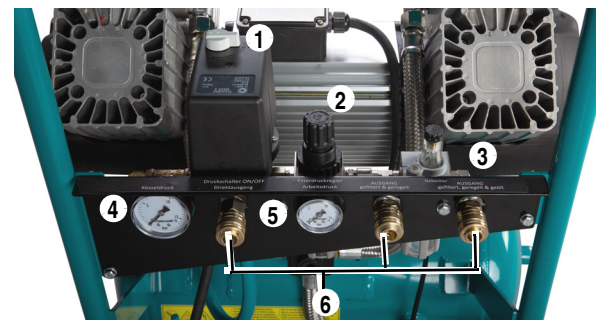

Abb. 7: Bedienfeld
Schließen Sie die Entwässerung und prüfen Sie, ob der Kompressor den Behälter lädt und bei P_{\max} anhält (max. Druck; wird durch das Manometer (4) Abb. 7 angezeigt).
Der Arbeitsdruck wird mit dem Druckminderer (2) Abb. 7, eingestellt (Heben der Drehkappe, gewünschten Druck einstellen und Drehkappe wieder hinunter drücken und dadurch fixieren) und am Manometer (5) Abb. 7, abgelesen. Die Entnahme erfolgt über Kupplung (6) Abb. 7.